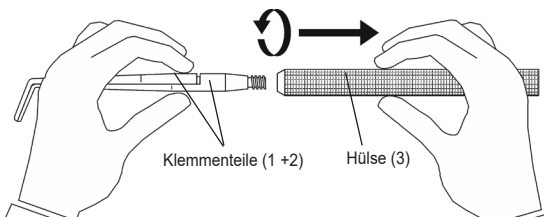

Abb. 3
- Halten Sie die Klemmenteile (1) und (2) gemeinsam fest und drehen Sie die Rändelhülse vorsichtig ab (Abb. 3).